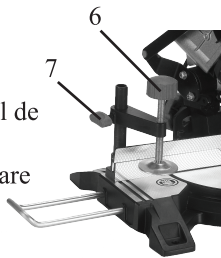

Fig.6
9.6 Atașarea menghinei (Fig.6)